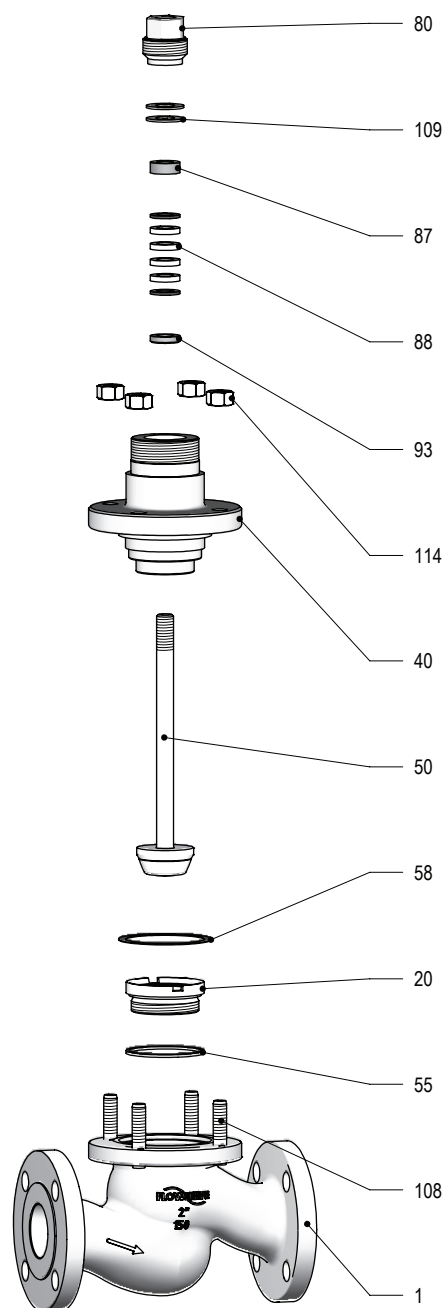

Рис. 9: Разборка и сборка клапана
1. Отверните крепежные гайки (114) крышки против часовой стрелки. (См. рис. 9: Разборка и сборка клапана)
2. Отверните крышку сальник (80) против часовой стрелки.
3. Снимите тарельчатые пружины (109)
4. Снимите верхнюю направляющую (87) штока.
5. Установите ключ для круглых гаек (См. Раздел 16: Специальные инструменты) на шток (50) и медленно поворачивайте его.